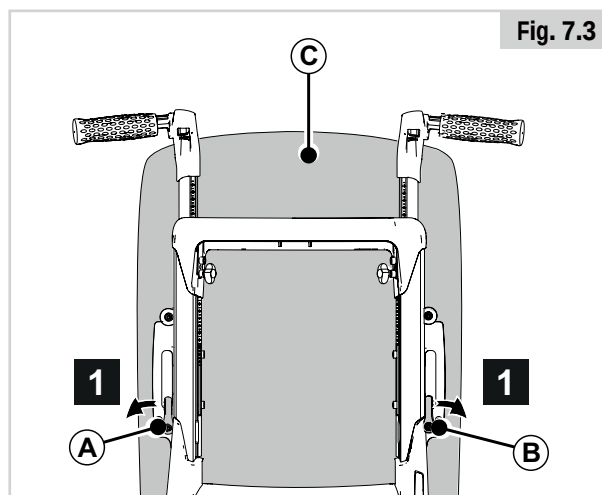

Fig. 7.3
7.2 Avlägsnande av ryggdyna (Fig. 7.3)